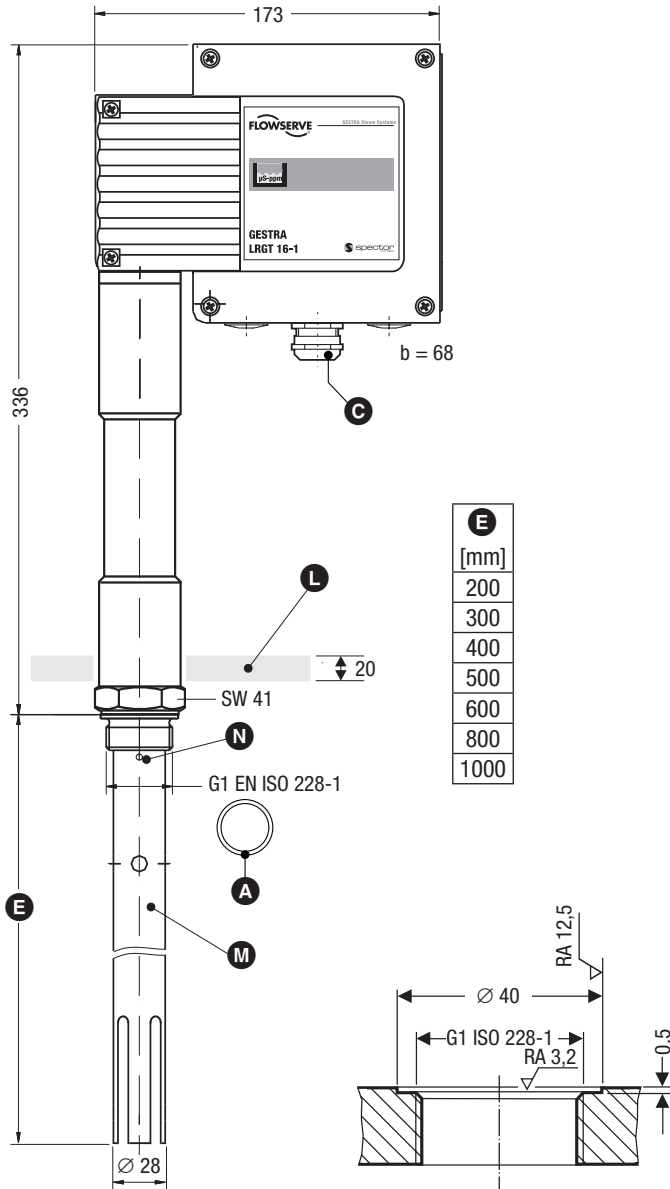

Fig. 2 LRGT 16-1
1. Dichtflächen auf Behältergewindestutzen oder Flanschdeckel (siehe **Fig. 2, 3, 4**) überprüfen. Bei Notwendigkeit entsprechend den Angaben der Zeichnung nacharbeiten.